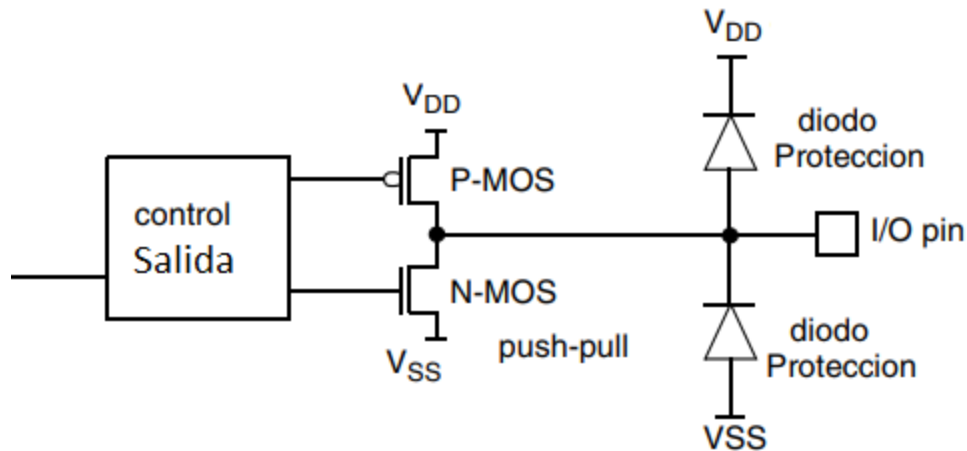

Figura 33. Configuración de salida en Push- Pull, llamado así por la disposición de los transistores.
**Configuración en salida Push- Pull.** En esta configuración se consigue una salida de corriente como para encender un led conectado con una resistencia en serie hacia VDD o hacia VSS. Ver figura 33.